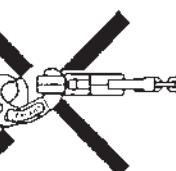

図7
- ドラムリフターをドラム缶に巻き付けて本体先端同士を引っかけてドラム缶をつり上げないでください。(チョークつり禁止)(図7、図8)